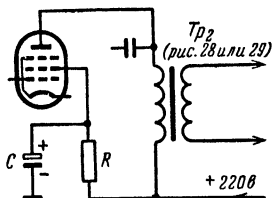

Рис. 31. Схема включения сопротивления в цепь экранирующей сетки с целью компенсации нелинейности кадровой развертки.
**Н.** — Кстати, почему в цепь экранирующей сетки такого мощного пентода обычно включают сопротивление  $R$  и развязывающий конденсатор  $C$  (рис. 31)?